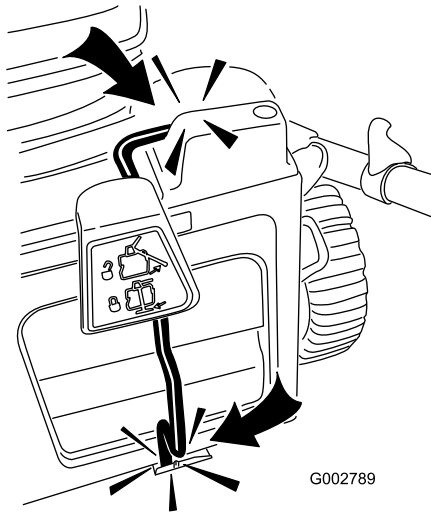

Figura 10
- Asegúrese de que la palanca encaje correctamente tanto en la ranura del interruptor como en el clip de retención de la palanca (Figura 10). **Si no lo hace, ¡su cortacésped no arrancará!**